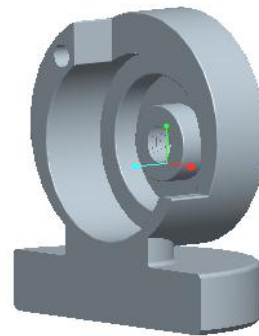

図 12-56 バイスハウジング右
- 1 1) バイスアセンブリの構成部品ファイルをオープンする。バイスハウジング右 ファイルを開く (図 12-56) に示す。